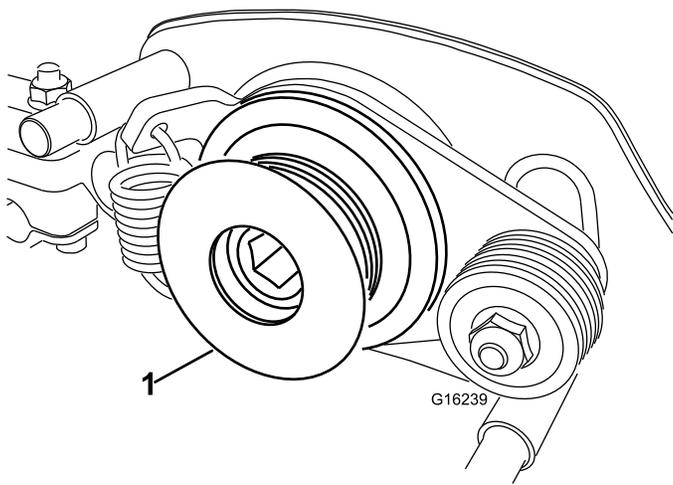

Figure 35
7. Déposez la poulie d'entraînement du groomer de l'arbre du cylindre (Figure 35).